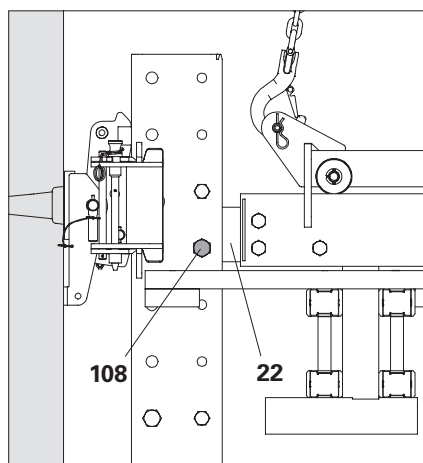

Fig. C3.03a
3. Fissare la traversa (**21**) con la testa traversa RCS/VARIO (**22**) alla guida di ripresa inserendo una vite M24 x 130-8,8 (**108**) nel 4° foro Ø 26. (Fig. C3.03a)